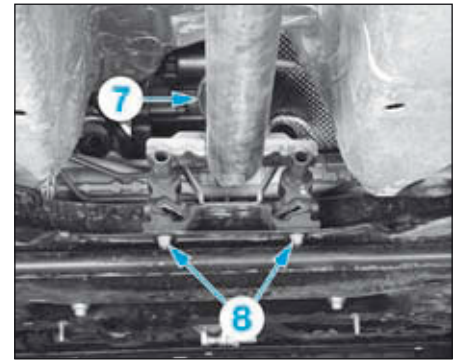
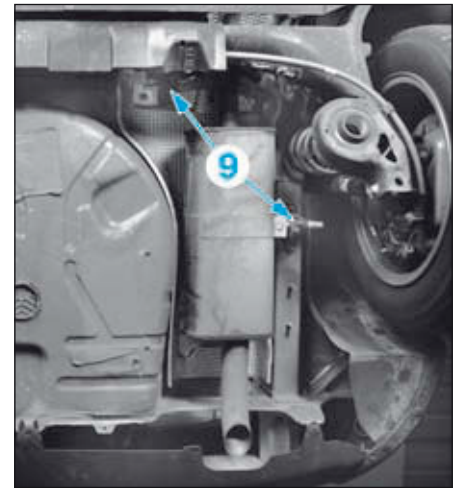
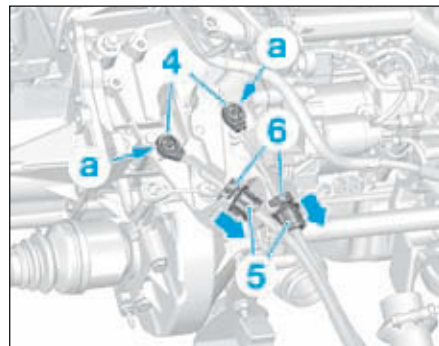

FIG.14
FIG.15
FIG.13
- la canalisation d'admission d'air (3),
- Désaccoupler les rotules (4) en (a) (Fig.13).
- Tourner dans le sens horaire et pousser les clés de verrouillage (5) (suivant les flèches).
- Dégager les arrêts de gaine (6) de leurs supports en tirant vers le haut.
- le collier d'échappement (7) (Fig.14),
- les écrous (8) du support d'échappement avant,
- les fixations (9) du silencieux d'échappement (Fig.15),